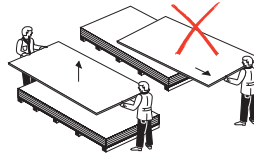

Fig. 2
- Schuif de platen niet. Til de platen op om ze te verplaatsen. (Fig 2.)